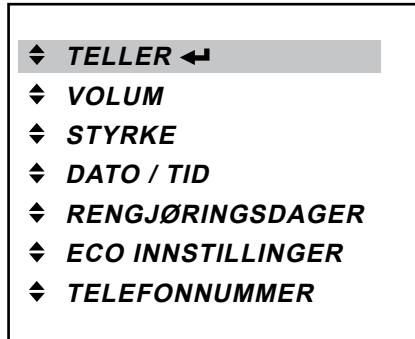

Fig. 38
- I brukermodus, trykk enterknappen  for å gå til «TELLER» menyen (fig. 38).